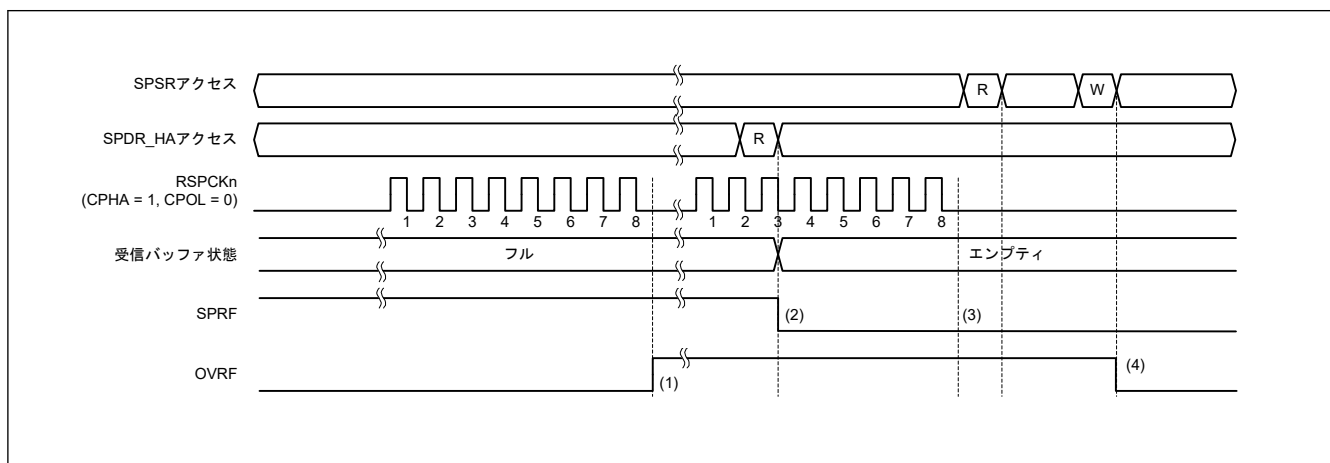

図 26.27 OVRF フラグおよび SPRF フラグの動作例
図 26.27 に、SPSR.OVRF フラグと SPRF フラグの動作例を示します。図 26.27 に記載した SPSR アクセスと SPDR_HA アクセスは、それぞれ SPSR、SPDR_HA レジスタへのアクセス状況を示しています。W は書き込みサイクル、R は読み出しサイクルを示しています。この例では、SPCMD0.CPHA ビットが 1、SPCMD0.CPOL ビットが 0 の設定で、SPI が 8 ビットのシリアル転送を実行しています。RSPCKn 波形の下に記載した数字は、RSPCK サイクル数 (= 転送ビット数) を示しています。
以下に、図 26.27 の (1)～(4) に示したタイミングでのフラグの動作内容を説明します。